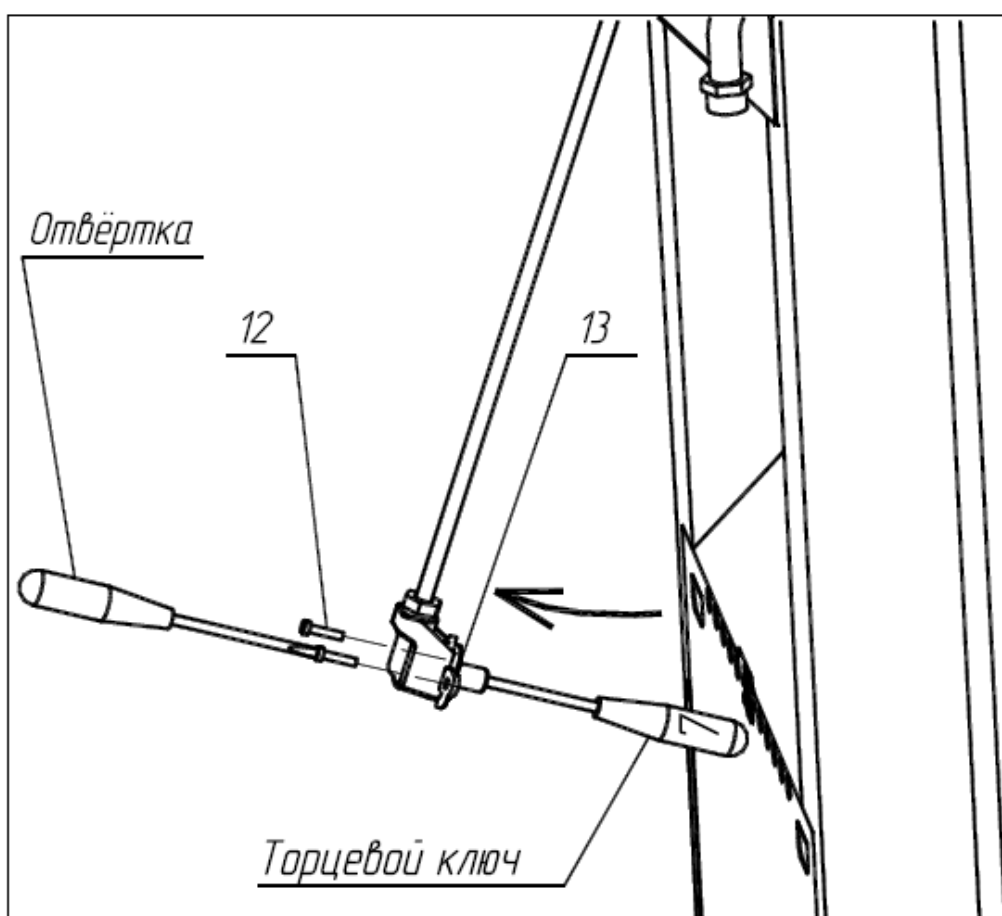

Рисунок 5 – Замена сопла духовки
4.2.2 Замена сопла горелки духовки (рисунок 5).